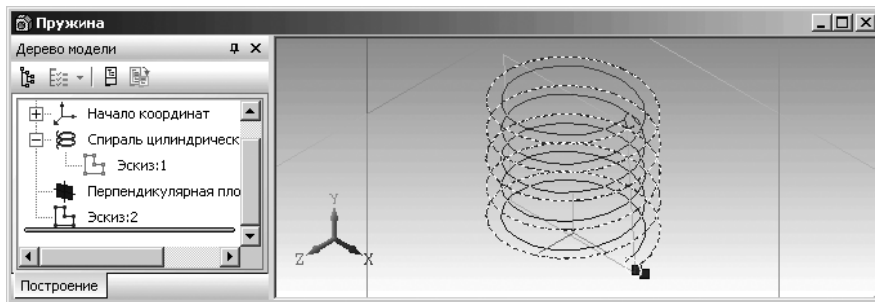

Рис. 2.115. Главное окно системы с фантомом пружины
- щелкните в поле модели по направляющей линии пружины. Появится фантом пружины (рис. 2.115);